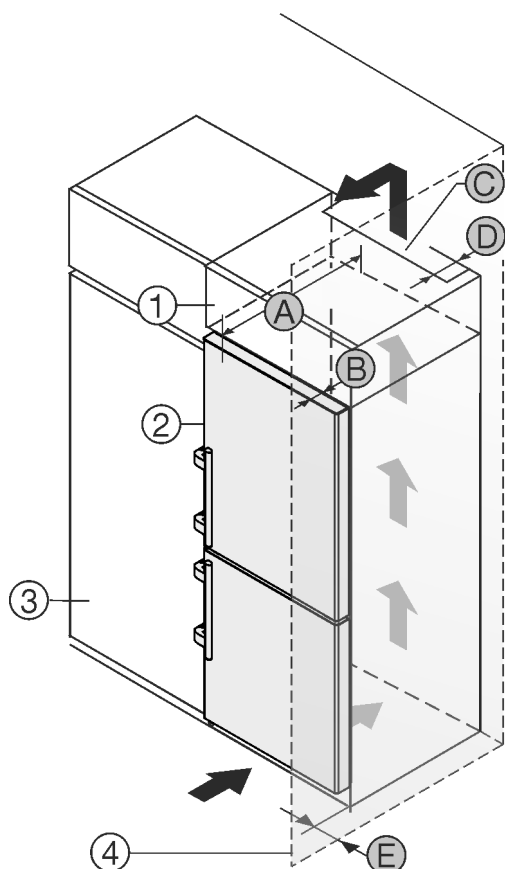

Fig. 1
- (1) Rehausse
- (2) Appareil
- (3) Placard de cuisine
- (4) Mur
- (A) Profondeur de l'appareil
- (B) Profondeur de porte
- (C) Section de ventilation
- (D) Distance du dos de l'appareil
- (E) Distance par rapport au côté de l'appareil
Vous pouvez placer le réfrigérateur directement à côté de l'armoire de cuisine Fig. 1 (3).
Une sortie d'air avec la profondeur Fig. 1 (D) doit être présente au dos de la rehausse sur toute sa largeur.
La section de ventilation Fig. 1 (C) sous plafond doit être respectée.
Si le réfrigérateur est installé avec les charnières près d'une paroi Fig. 1 (4), la distance entre le réfrigérateur et la paroi doit être d'au moins 57 mm (2 1/4 in) . Cela correspond au dépassement de la poignée lorsque la porte est ouverte.
Pour pouvoir ouvrir complètement les portes, le réfrigérateur doit dépasser de la profondeur de la porte Fig. 1 (B) par rapport à la façade du placard. L'appareil peut déborder encore plus en fonction de la profondeur des placards Fig. 1 (3) et de l'utilisation de cales d'épaisseur.